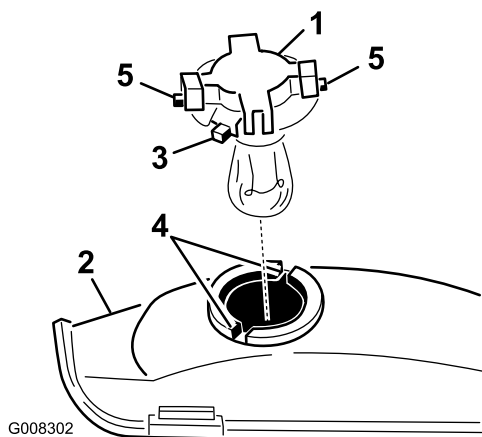

Figura 30
7. Ruotate il portalampada di 1/4 di giro in senso antiorario e toglietelo dal riflettore (Figura 30).